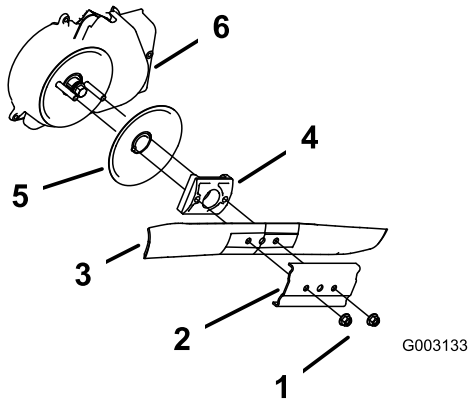

Figura 32
- Togliete i due dadi della lama ed il rinforzo (Figura 32).
- Togliete la lama (Figura 32).
- Togliete il giralama e il disco (Figura 32).
- Pulite il carter della frizione del freno della lama (Figura 32).
- Montate la lama ed il rinforzo tolti in precedenza (Figura 32).